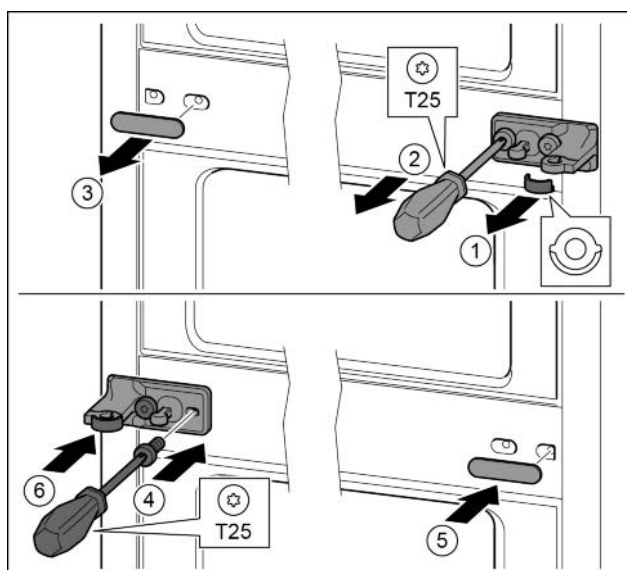

Fig. 27
- Снять шайбу. *Fig. 27 (1)*
- ▶ Выкрутить винты отверткой T25. Fig. 27 (2)
- ▶ Осторожно снять крышку. Fig. 27 (3)
- ▶ Плотнo прикрутить опорный кронштейн с подкладкой с поворотом на 180° с другой стороны. Fig. 27 (4)
- ▶ Установить крышку с поворотом на 180° с другой стороны. Fig. 27 (5)
- ▶ Спереди надвинуть шайбу. Fig. 27 (6)